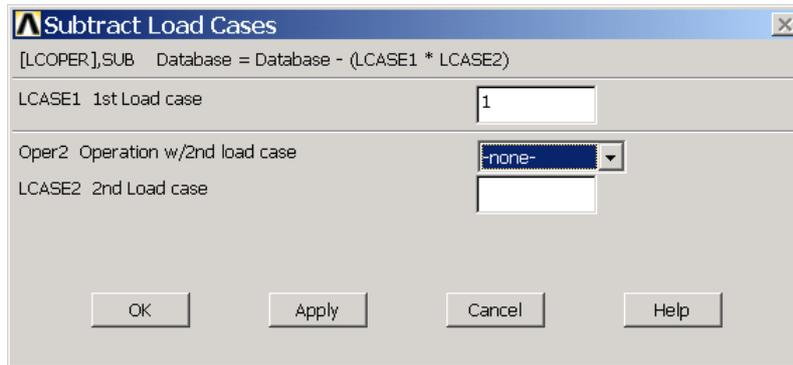

图6.52 荷载工况数据运算
(1) 假设已经将读入了荷载工况 2。单击 **Main Menu>General Postproc>Load Case>Subtract** 菜单，弹出如图 6.52 所示的【**Subtract Load Cases**】对话框。